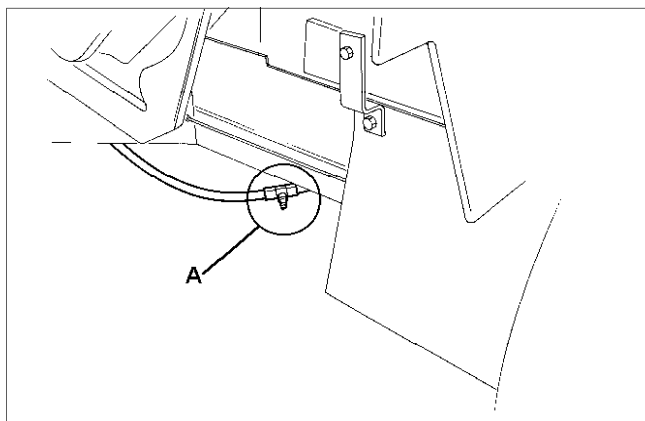

Fig.34A
- (d) Brake Cables (A Fig. 34A)
- (f) Câbles des freins (Fig. 34A "A").